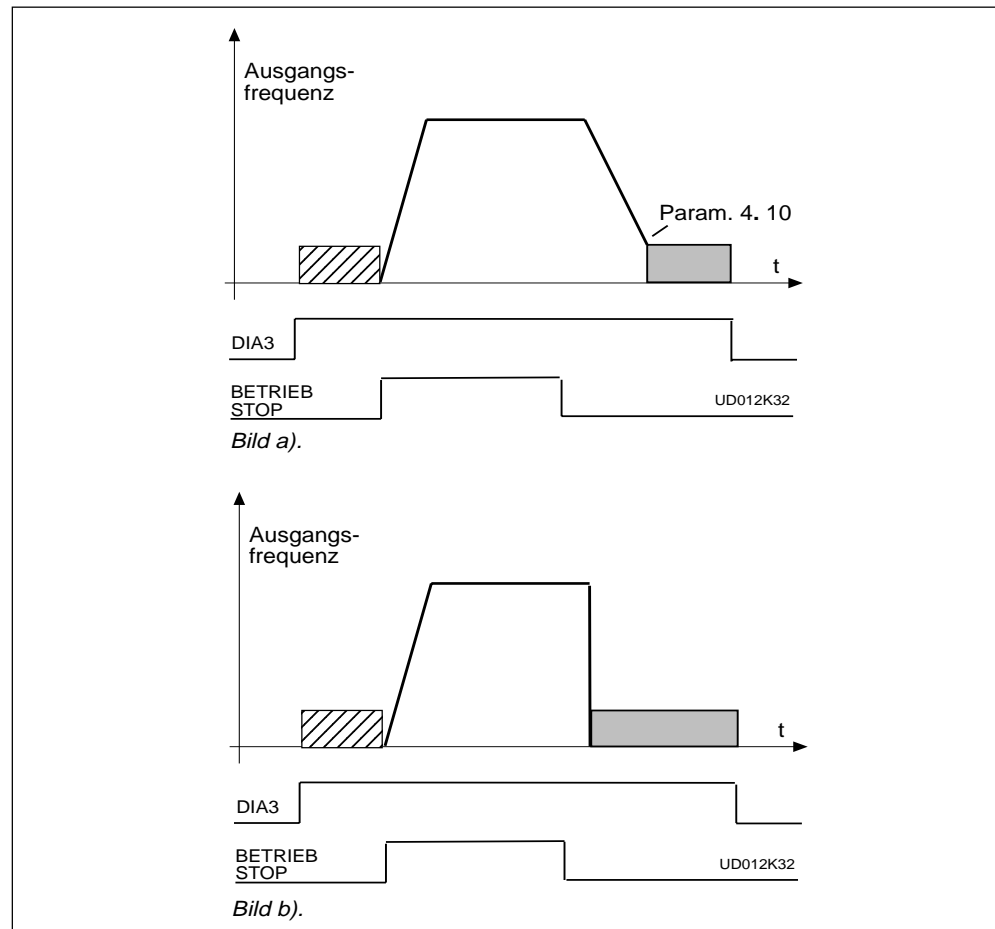

Bild 3.5-4 DIA3 als DC-Brems-Befehl: a) Stop-Modus = Rampe, b) Stop-Modus = Leer-Auslauf
- 9: DC-Bremsung bei Stop Kontakt geschl. = Bei Stop Befehl wird mit Gleichstrom gebremst, solange der Kontakt geschlossen ist, siehe Bild 3.5-4. Der Bremsstrom wird mit Par. 4. 8 vorgegeben.